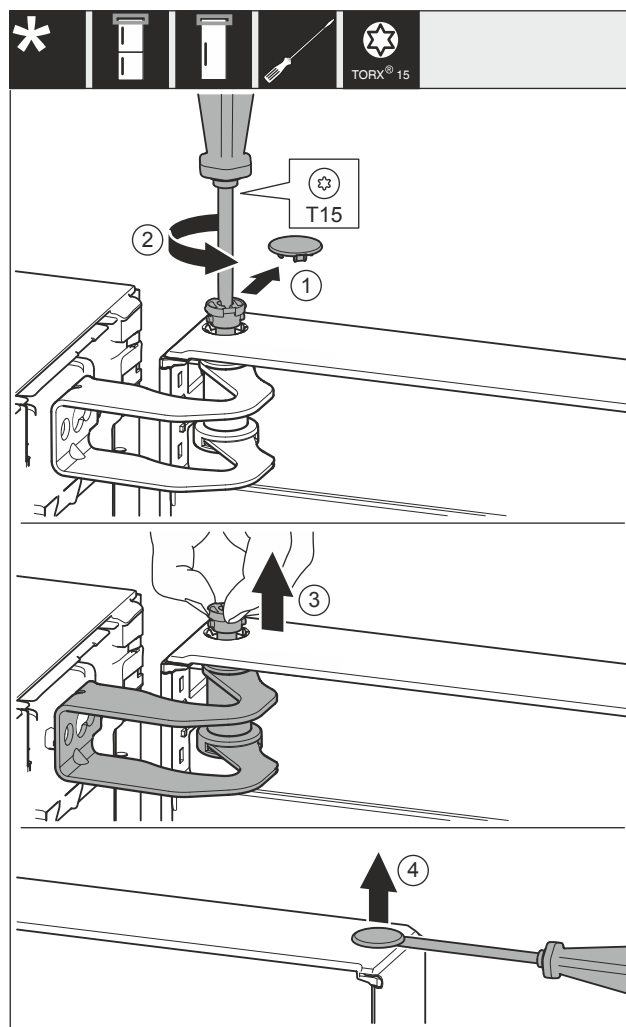

Fig. 8
- Rimuovere con cautela la copertura Fig. 8 (1).
- Estrarre di un passo i perni Fig. 8 (2) con un cacciavite.
- Estrarre i perni Fig. 8 (3) con le dita.
- Sollevare la copertura Fig. 8 (4) con cautela con un cacciavite e rimuoverla.